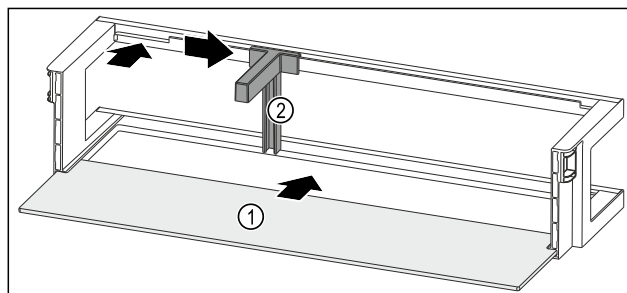

Fig. 262 Polica u vratima s policom za odlaganje
- Umetnite policu Fig. 262 (1) u bočna udubljenja.
- Držać za boce Fig. 262 (2) umetnite u otvor.
- Držać za boce Fig. 262 (2) pogurnite u željeni položaj na stranu.